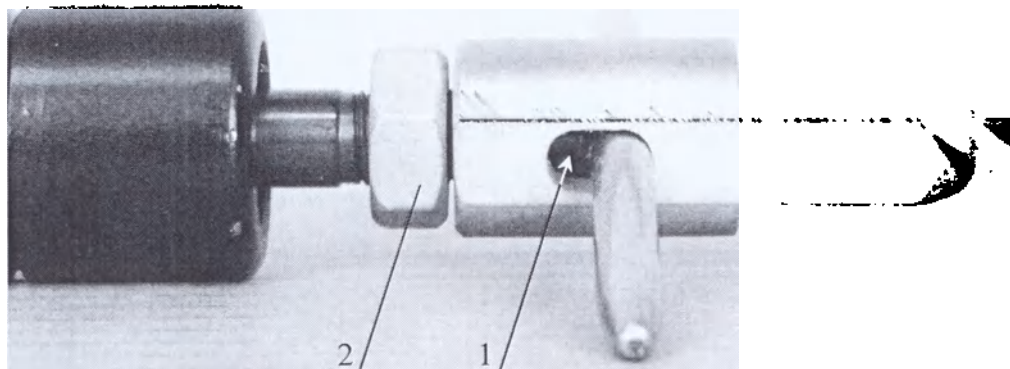

Рисунок 15.
11.4.5.2 Вставьте пруток Ø5 в паз головки (Рисунок 15) и вверните головку до соприкосновения с фиксатором пружины 1, затяните гайку 2.